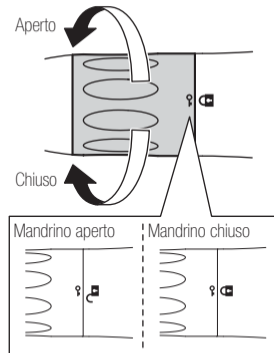

Fig. 2
- 1) Girare l'anello di bloccaggio della fresa in direzione del segno "🔓" fino a che non si sente un clic. (Fig.2)